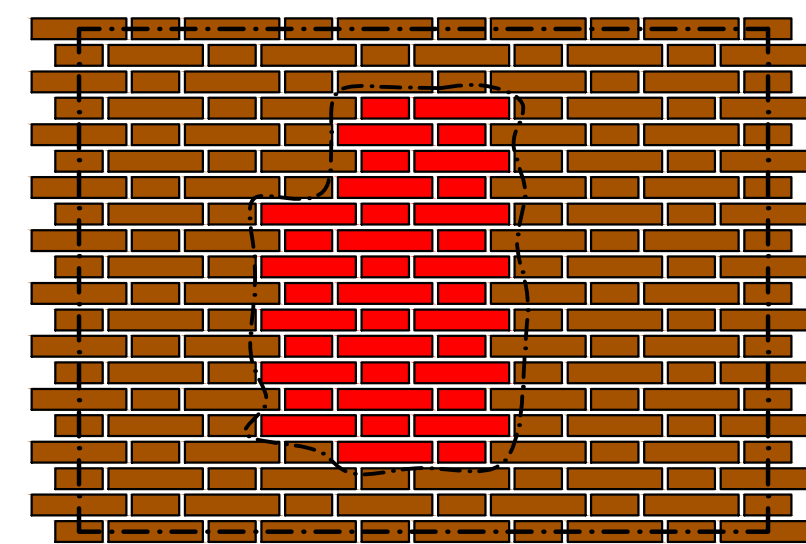

FIGURA 3
- REALIZZAZIONE DELL'INTEGRAZIONE CON FORZATURA DEI GIUNTI MEDIANTE IDONEA MALTA ESPANSIVA (FIGURA 3)